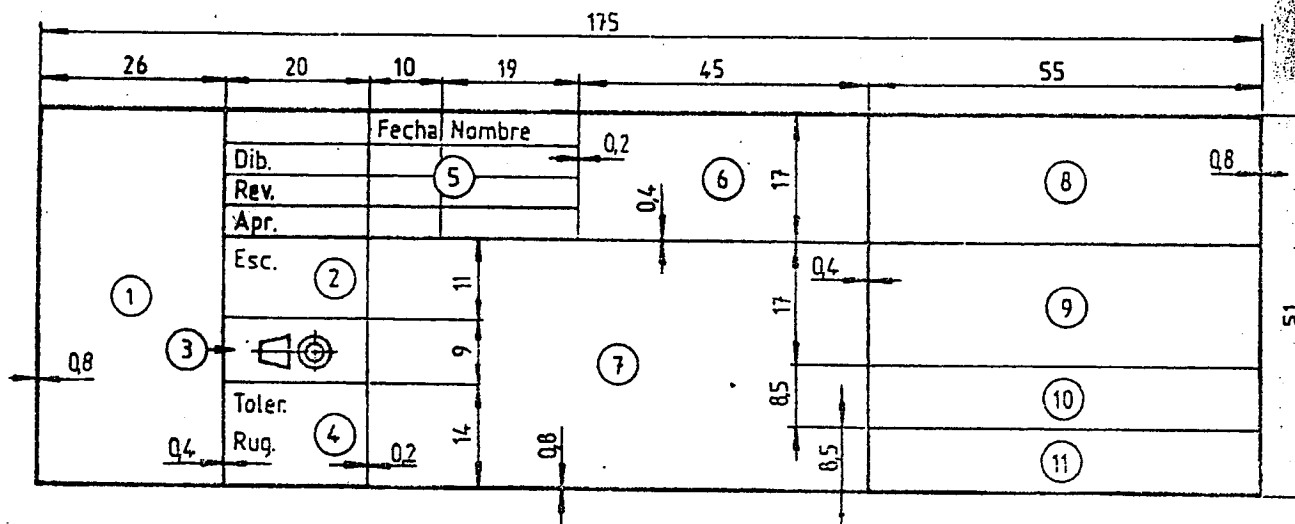

Figura 2
- 3) Método ISO (E).
- 13) Clave o número representado, cuando en (9) de la figura 2 se consigna la clave o número de un cliente que utiliza el mismo plano. Si no correspondiere, (13) integrará el (12).